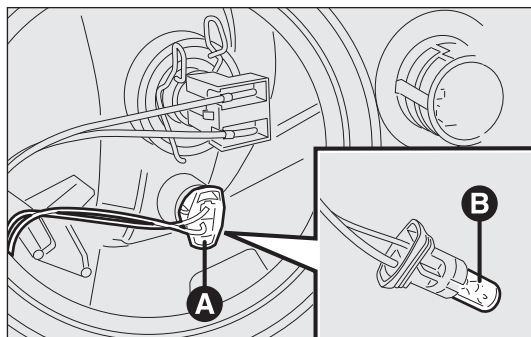

fig. 181
- ☐ extraire le groupe de douille A-fig. 181 monté par pression; enlever l'ampoule B et la remplacer;
- ☐ remonter le groupe de douille A-fig. 181 par pression;